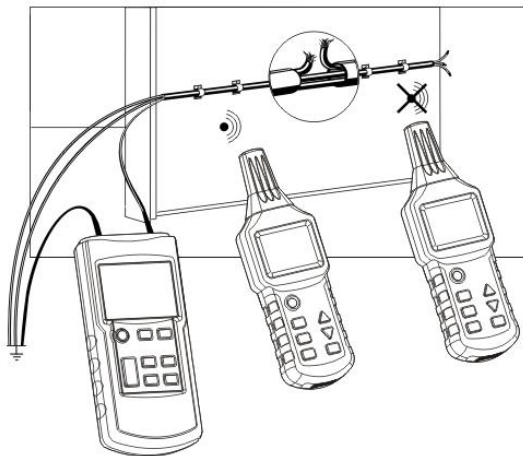

图 2-2
在下面的练习例子中，请您采用一段截面约为 1.5mm^2 护套线缆。在一堵两面都可以自由接近的墙壁上，在大约齐眉的高度，将长约 5 m 的线缆用卡圈临时固定在墙壁上（明线安装方式）。在距线端约 1.5 m 的距离处，请您将其中一条芯线剪断。线缆的两个末端要保持开放状态。在护套线缆的起点，将断开的那条芯线的线端绝缘削除，并用配件中的测量导线将发射机的插孔⑩和断裂的芯线的端子相连，将发射机的接头④和一功能完好的地线相连。所有其他没有断裂的芯线也必须和发射机的功能完好的地线相连。如图 2-2 所示。